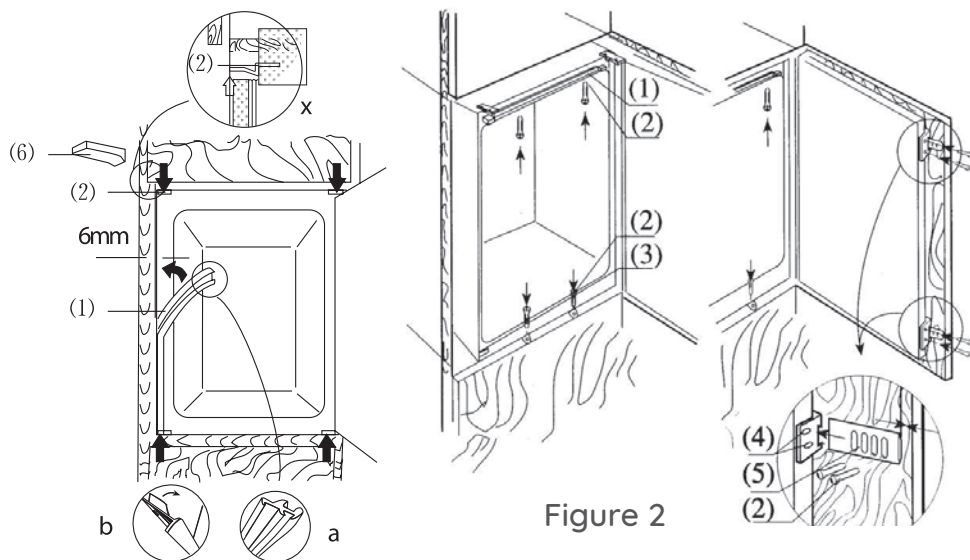

Figure 2
• Installation (Figure 2)
2. Passez le câble d'alimentation à travers le meuble de manière à pouvoir le raccorder à la prise de courant après l'installation de l'appareil. Déposez le couvercle (6) uniquement s'il n'y a pas d'espace.
3. Placez le réfrigérateur dans le meuble. Fixez les montures (1) par les vis (2) sur le châssis en haut après avoir poussé le réfrigérateur dans la niche pour deux tiers. Ensuite poussez le réfrigérateur à fond tout en vérifiant que le crampon des montres s'en castre sur le châssis horizontal du meuble.